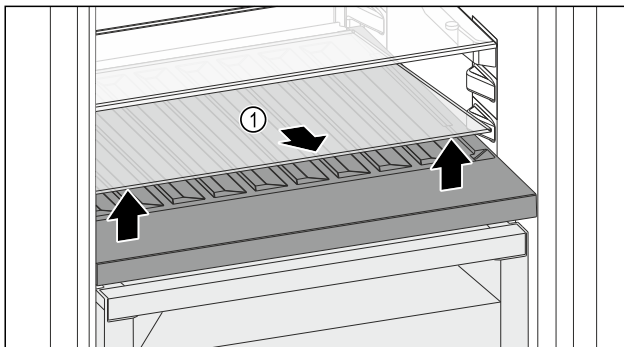

Fig. 113
- Glasplatte Fig. 113 (1) an der Aussparung vorne anheben und herausnehmen.
- Glasplatte Fig. 113 (1) außerhalb des Geräts sicher aufbewahren.